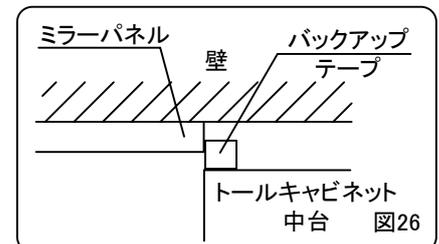

図26
4)付属のバックアップテープを中台キャビネット背面のミラーパネル側に取付けてください。(図26)